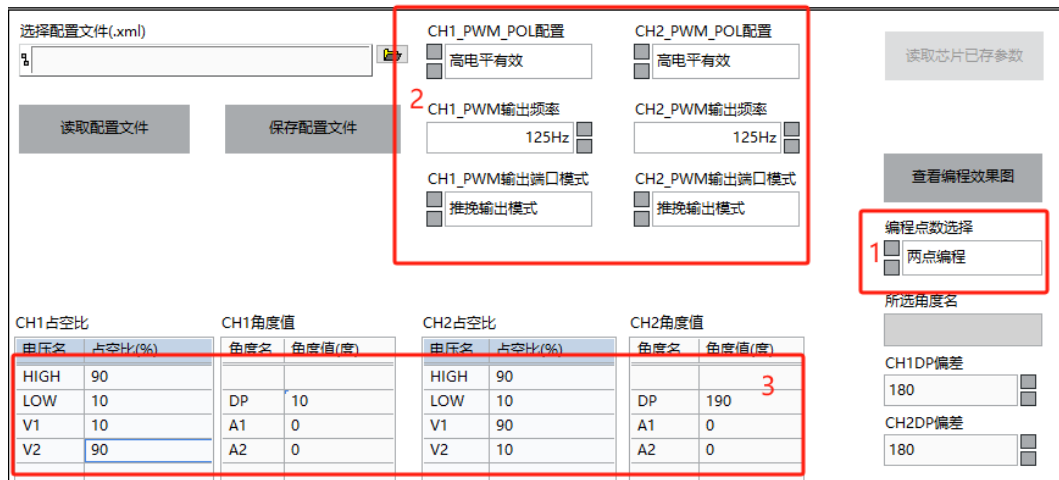

图 5.5.10 选择两点编程并填入固定参数
- 填写上述参数至对应的参数栏中。‘HIGH’、‘LOW’、‘V1’、‘V2’、‘DP’ “PWM 输出极性” “PWM 输出频率” 及 “PWM 输出端口模式” 为固定参数，填入后重复编程时始终保持不变。‘A1’ 和 ‘A2’ 参数由手动控制，为芯片当前的实际角度值 (图 5.5.10)。